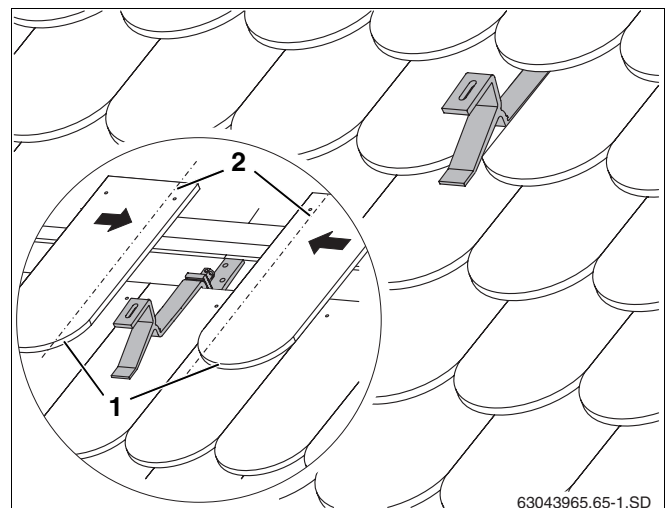

fig. 20 Gancho para telhados com telhado coberto
- ▶ Cortar as telhas planas adjacentes (fig. 20, **item 1**) (linha pontilhada, fig. 20, **item 2**).